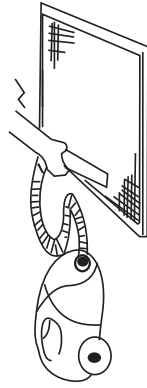

Рис. 1
- При чистке фильтра пылесосом держите его за грязной поверхностью вверх (рисунок 1).